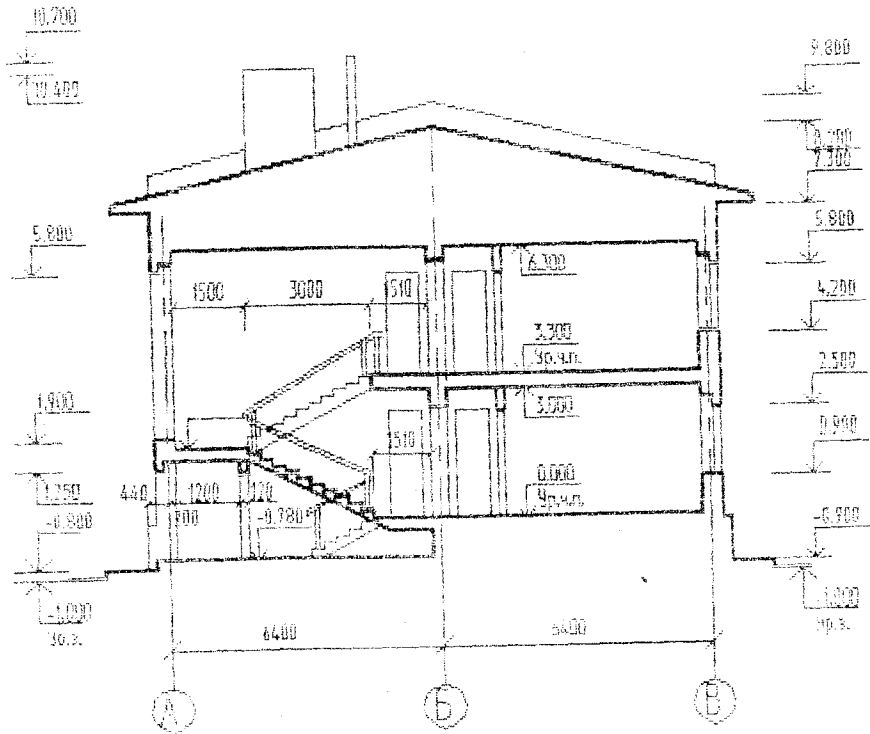

Рис.8
5. Нанести все размеры, вычертить перекрытия, стены соединить и построить лестничную клетку (рис.8).